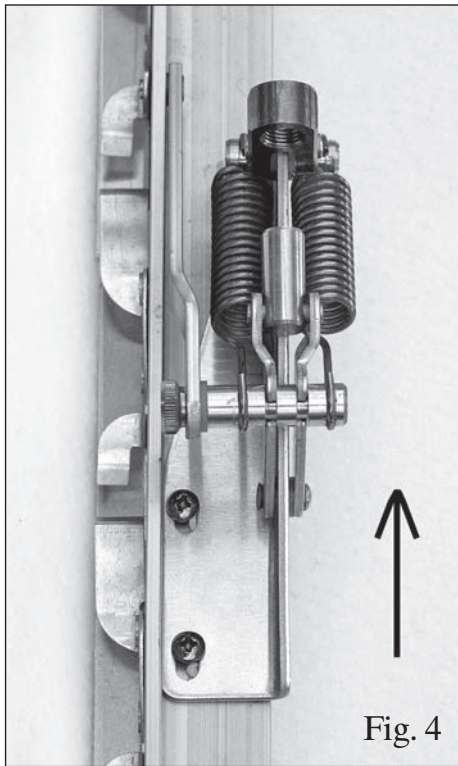

Fig. 4
5. Anbring åbneren hvor betjeningshåndtaget FØR sad, skub åbneren hen imod forbindelsesarmen indtil mekanismen er HELT lukket. Lav et mærke for placeringen af de 2 fastgørelses huller i åbnerens ramme (5) på jalousimekanismen.
7. Fastgør åbnerens beslag med de medsendte skruer, men spænd kun løst til lige nu – se Fig.4